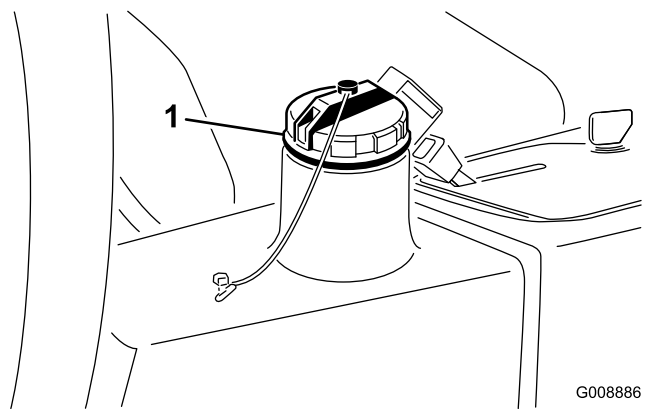

Figura 82
4. Llene el depósito (Figura 82) con aproximadamente 22,7 litros de fluido hidráulico; consulte Especificación del fluido hidráulico \(página 58\).